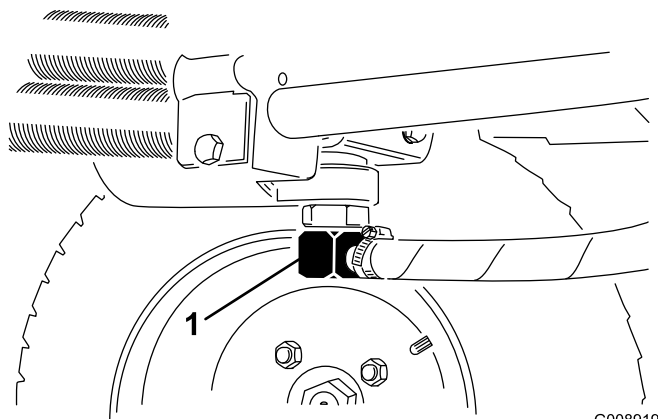
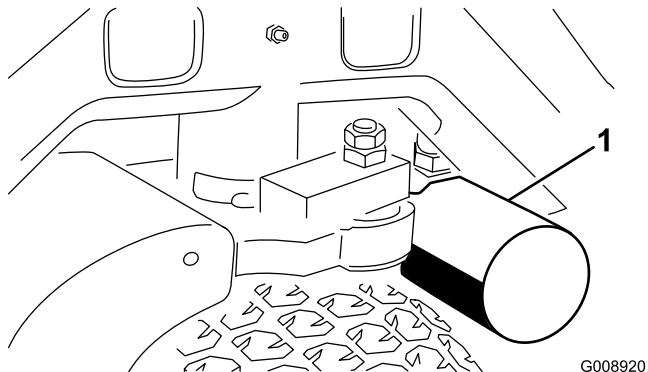

Figura 75
Figura 76
2. Scollegate il tubo idraulico (Figura 75) o togliete il filtro idraulico (Figura 76) e lasciate defluire il fluido idraulico in una bacinella.
4. Collocate una bacinella di spurgo sotto il filtro (Figura 76), e togliete il filtro.